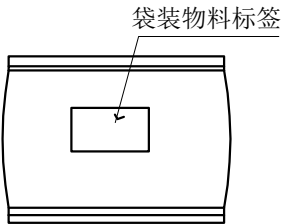

图2
- 1: 如图2, 袋装后贴上物料标签, 每小袋装200pcs。